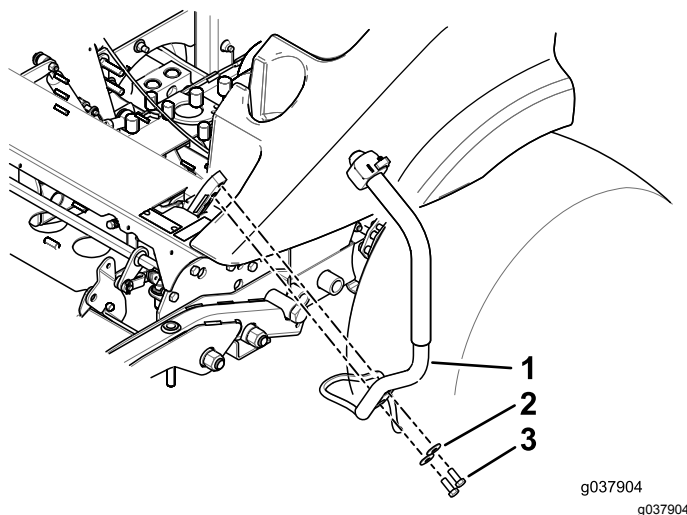

Figura 13
2. Montate la maniglia nuova con le rondelle e i bulloni preesistenti (Figura 13).